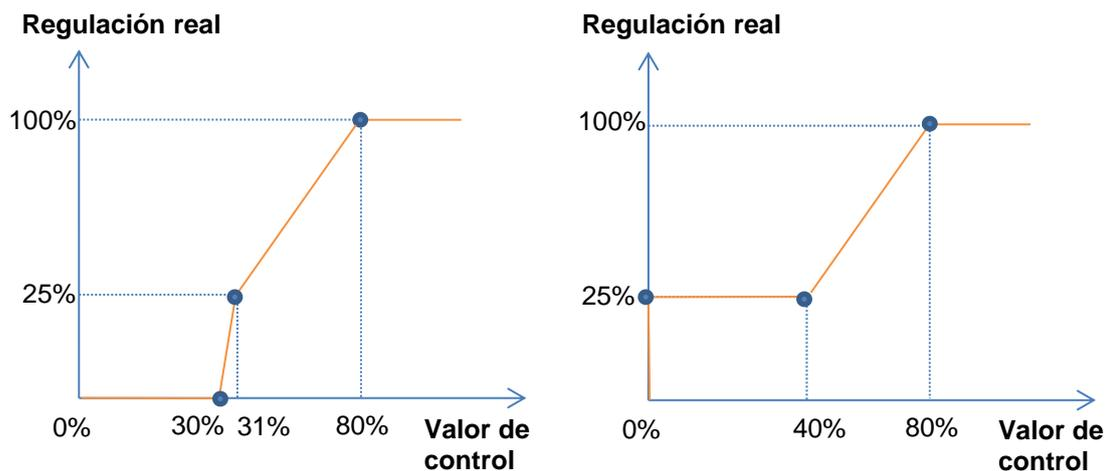
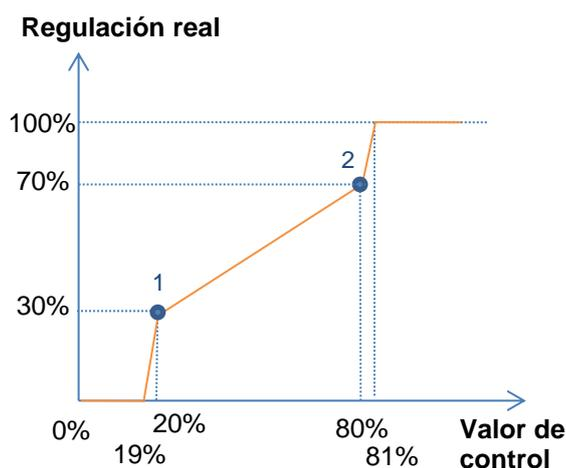

Figura 14 Curvas de control personalizadas.
Figura 15 Curva característica - Valores fuera de rango.
En el caso en que los puntos primero y último no correspondan, respectivamente, con los valores de entrada 0% y 100% ocurrirá lo siguiente (ver Figura 14 y Figura 15):
- Para **valores de control menores al del primer punto**, el valor de regulación aplicado será 0%. Por ejemplo, en la Figura 15 cualquier valor de control inferior al 20% implica un valor de regulación del 0%.
- Para **valores de control mayores al del último punto**, el valor de regulación aplicado será 100%. Por ejemplo, en la Figura 15 cualquier valor de control superior al 80% implica un valor de regulación del 100%.